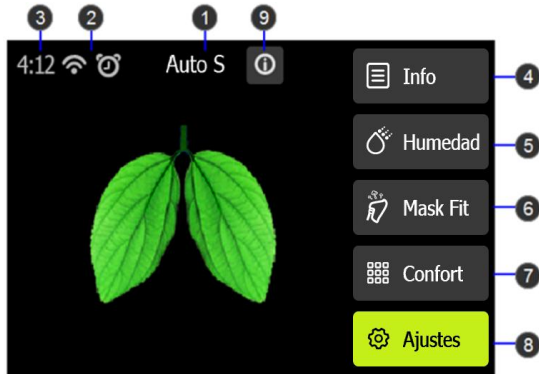

Figura 9-1 Interface Preparatoria de Paciente
1. Asegúrese que se está suministrando alimentación al aparato. La primera pantalla será el logo Resvent, seguida de 5 segundos por la pantalla preparatoria de paciente (Ver **Figura 9-1**).